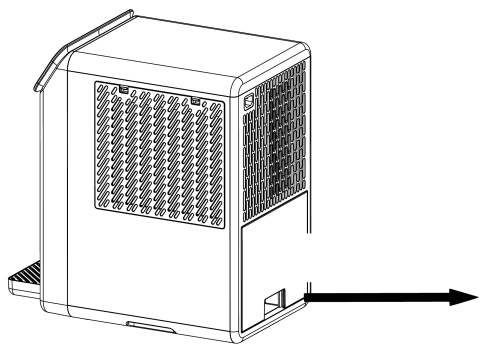

Figure 7 · Sortez le réservoir de collecte
1. Débranchez l'appareil de l'alimentation électrique et sortez le réservoir de collecte par l'arrière de l'appareil (figure 7).